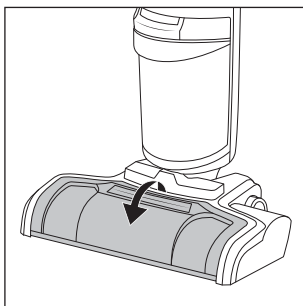

Fig. 33
- ◆ Saisissez la protection antiprojections ❸ par le haut au niveau de la poignée (PULL) et tirez-la en avant pour la détacher de la tête de nettoyage ❶ (voir fig. 33).